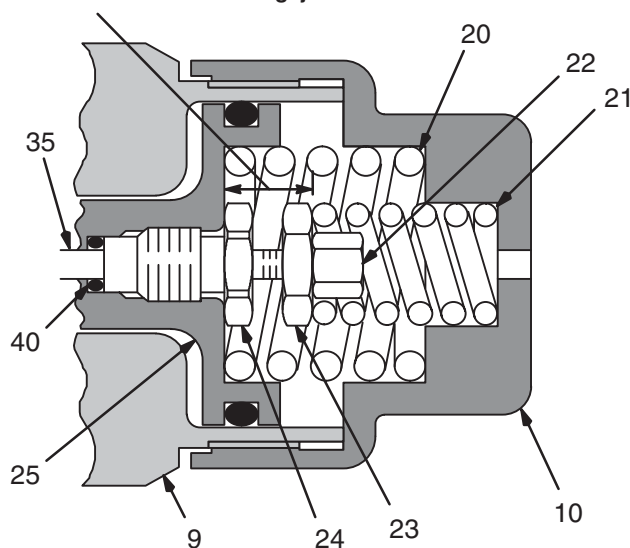

Fig. 6
2. Retire la tapa (10) del alojamiento del pistón (9). Vea la Fig. 6.
3. Retire los muelles (20 y 21) mientras sujeta la tuerca de ajuste de la aguja (23).
4. Afloje la tuerca (22) con una llave pequeña. Después retire las tuercas (22 y 23) de la aguja de fluido (35*).
5. Utilice alicates de punta larga para sujetar la guía de la aguja (24) y saque el pistón (25) de su alojamiento (9).
6. Desenrosque la guía de la aguja (24) del pistón (25) y retire la junta tórica (40*).
8. Instale la junta tórica (40) en el pistón (25) e instale la guía de la aguja (24).
9. Instale el pistón (25) en su alojamiento (9). Compruebe que el pistón se asienta firmemente contra la parte inferior del alojamiento.
10. Instale la tuerca de ajuste de la aguja (23) en la aguja de fluido (35). Ajuste la tuerca (23) hasta alcanzar la posición indicada en la Fig. 6.
11. Instale la tuerca (22) en la aguja de fluido.
12. Mientras sujeta la tuerca de ajuste de la aguja de fluido (23), apriete la otra tuerca (22) contra ella. Vuelva a comprobar la dimensión indicada en la Fig. 6 y, si fuera necesario, ajústela. Es necesario instalar correctamente las tuercas (22 y 23) para garantizar el correcto funcionamiento del pistón y de la aguja de fluido.
13. Instale los muelles (20 y 21) y la tapa (10).